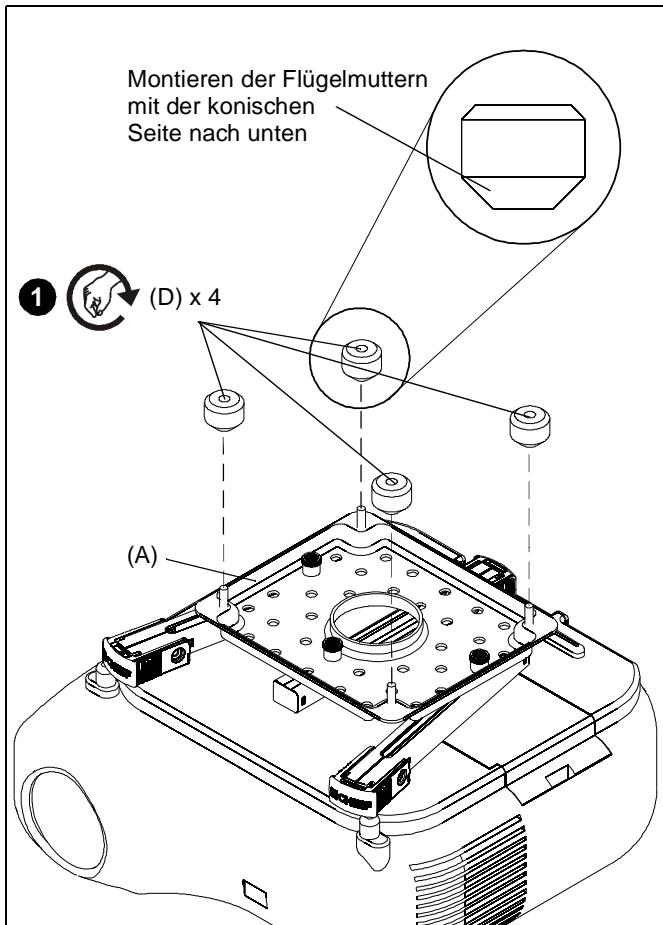

Abb. 8
- Bei einer SLBU montieren Sie vier Flügelmuttern (D) ein Stück weit auf die Schrauben der SLBU-Hauptplatte. Montieren Sie die Flügelmuttern mit der konischen Seite nach unten. (See Figure 8)